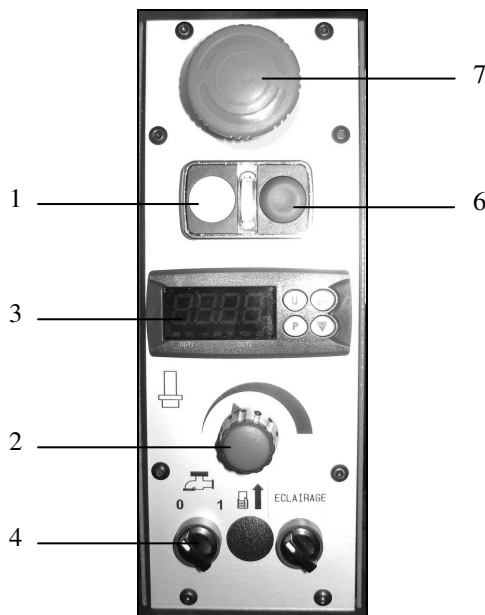
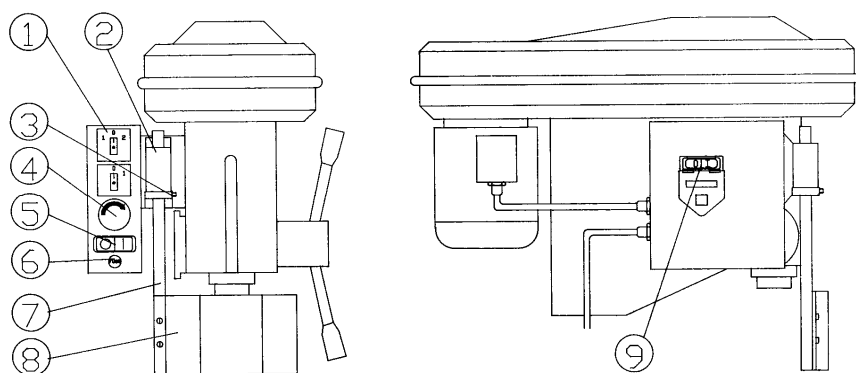

FIG. 7
FIG. 8
FONCTIONNEMENT DU VARIATEUR (FIG. 7)
1. Appuyez sur l'interrupteur blanc (1 fig. 7), le ventilateur du moteur se met à fonctionner.
3. Augmentez ou diminuez la vitesse en variant le potentiomètre (2 fig. 7) (vitesses : 80 à 2030 tr/mn).
4. La vitesse apparaît sur l'affichage digital (3 fig. 7).
5. Sélectionnez l'interrupteur (4 fig. 7) pour l'arrosage.
7. Pour l'arrêt du variateur, appuyer sur l'interrupteur rouge (6 fig. 7).
8. Pour un arrêt complet de la machine, appuyez sur l'arrêt coup de poing à accrochage (7 fig. 7) ou sur le disjoncteur (9 fig. 8).
CHAPITRE 6 - MISE EN FONCTIONNEMENT (FIG. 7/8)
1. Monter l'axe (2 fig. 8) dans le corps du protecteur (3 fig. 8).
2. Positionner l'axe (2 fig. 8) et serrer la vis (4 fig. 8).
3. Débloquer l'arrêt coup de poing à accrochage (7 fig. 7).
4. Appuyer sur le disjoncteur (9 fig. 8).
5. Appuyez 2 fois sur l'interrupteur blanc (1 fig. 7).
6. Augmentez ou diminuez la vitesse en variant le potentiomètre (2 fig. 7).
7. Pour arrêter la perceuse, appuyez sur l'interrupteur rouge (6 fig. 7).